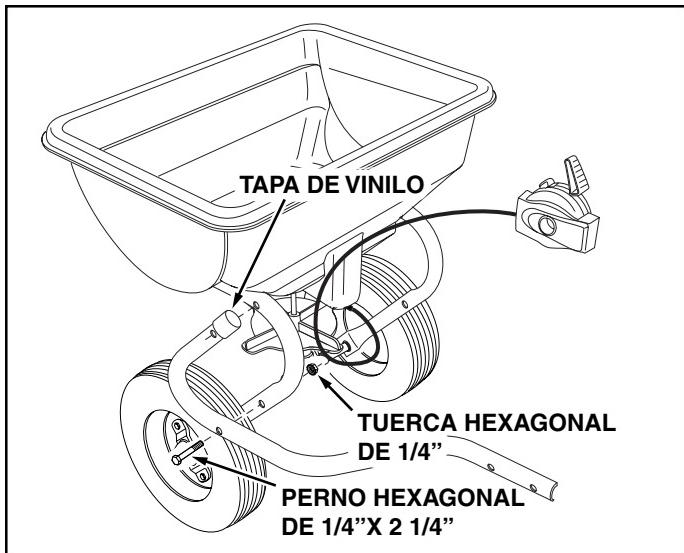

FIGURA 1
- Coloque las tapas de vinilo sobre los extremos de los Tubos de Enganche de Mano Derecha y de Mano Izquierda. Vea la Figura 1.
- Coloque el Tubo de Enganche de Mano Derecha en el tubo del marco del esparcidor, usando dos pernos hexagonales de 1/4" x 2-1/4" y dos tuercas hexagonales de 1/4". **No las apriete todavía.** Repita la operación con el Tubo de Enganche de Mano Izquierda. Vea la Figura 1.